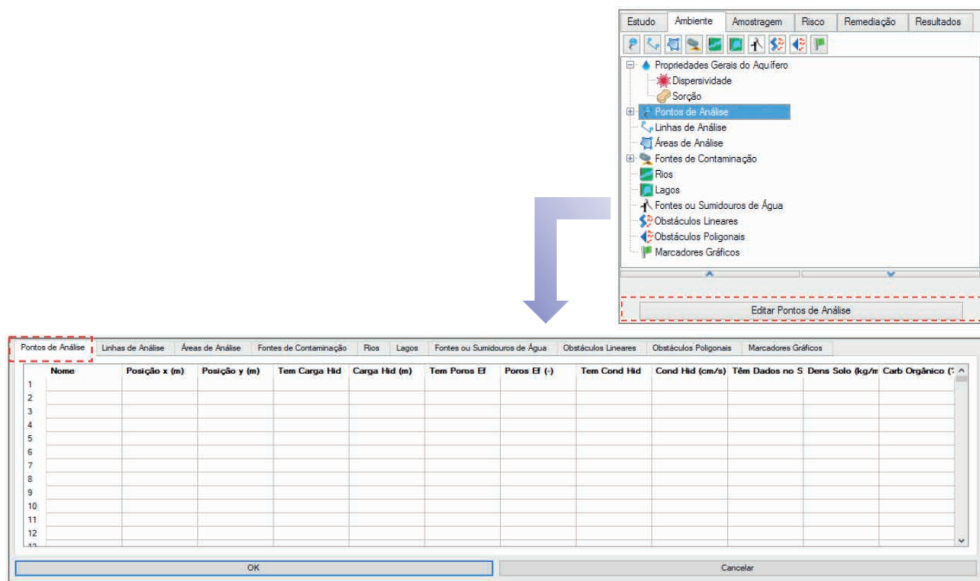

Figura 2.49 Inserção dos Pontos de Análise por meio de tabelas.
- **Editar Pontos de Análise:** outra maneira é clicando sobre a opção *Pontos de Análise*, em que aparecerá no painel de edição o botão “*Editar Pontos de Análise*”. Clicando sobre ele abrirá uma planilha na qual é possível colocar as características do ponto (Figura 2.49).